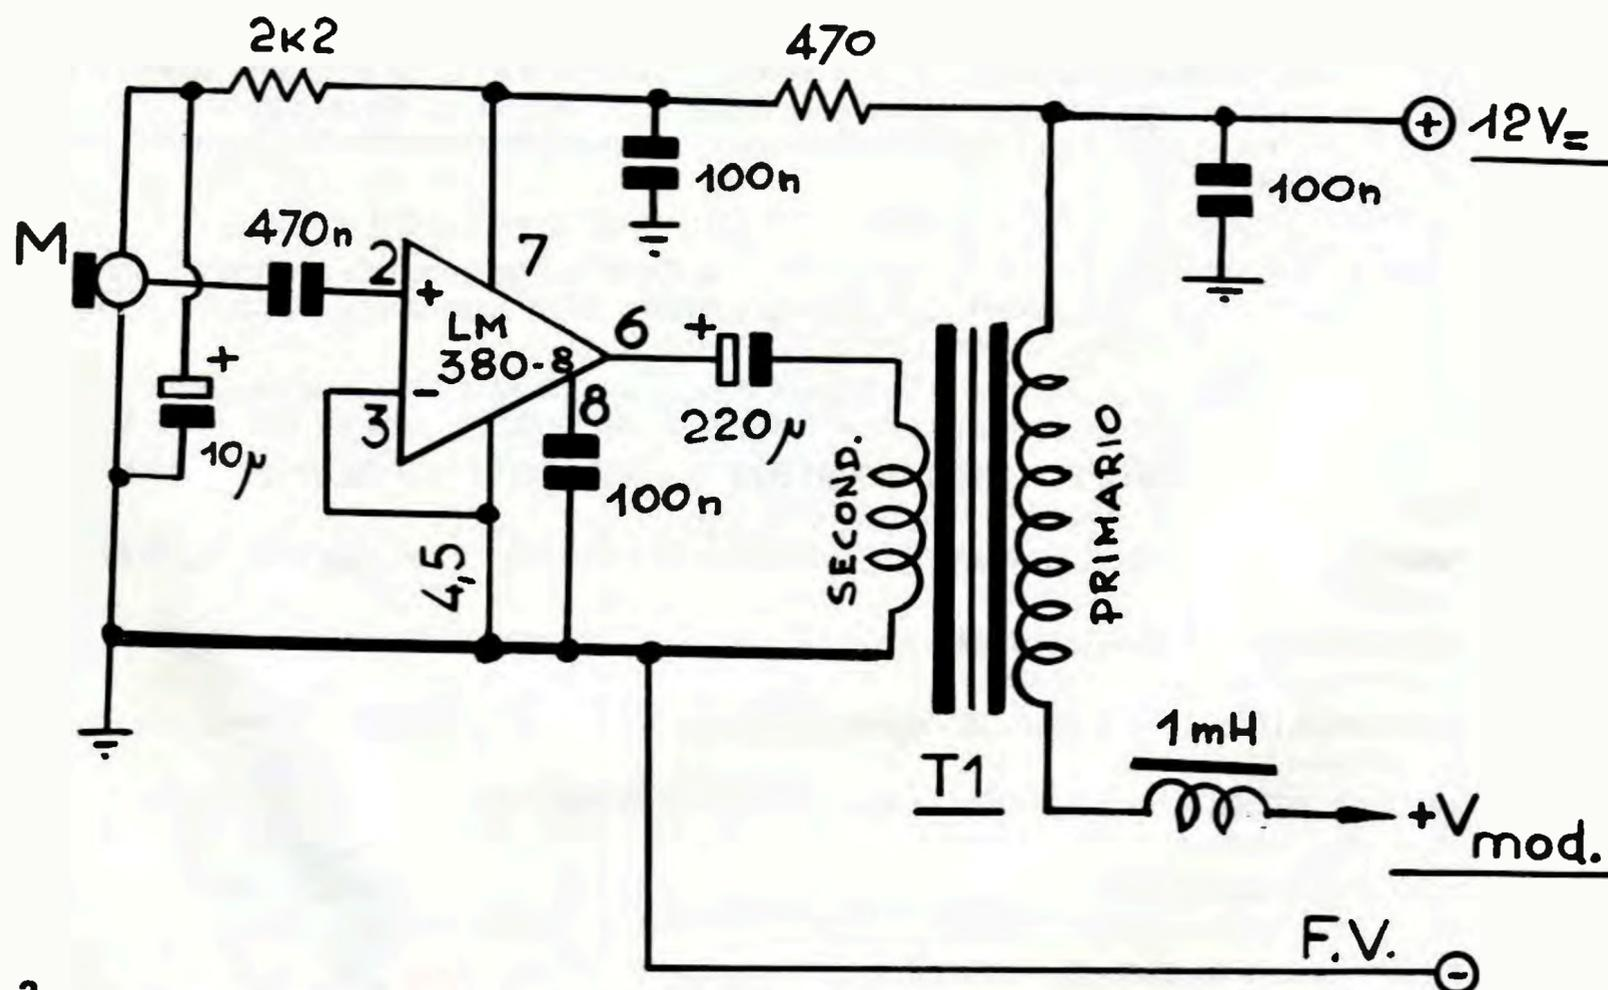

figura 3
Un mese fa, sulle pagine di B&R, si era visto lo schema di un semplice trasmettitore in Onde Medie dove, com'è noto, si opera in modulazione d'ampiezza (AM). Come promesso, fornisco adesso lo schema di un modulatore atto a caricare di voce e suoni la portante fornita dal suddetto TX: figura 3.